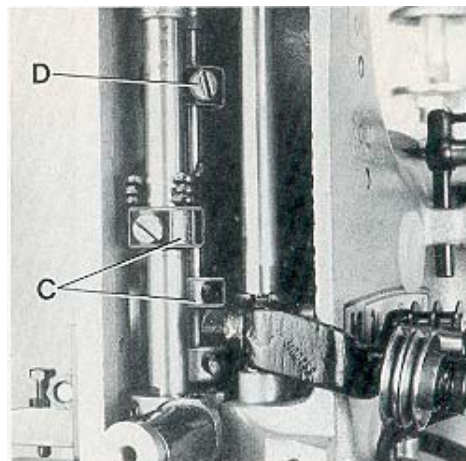

Fig. 25
By relocating the collars (C, Fig. 25) which serve as a leaf spring rest on the left and right presser bar, the pressure can be changed. Raising the collars increases the pressure, lowering the collars decreases it.
The presser foot lift is limited with the upper stop collar (D, Fig. 25) on the right presser bar. When the needles are in their lowest position and the presser foot is lifted with the presser foot lifter lever, the needle holder should not contact the presser foot. Besides this, the lifted presser foot should not contact the right upper spreader moving upwards. Set the stop collar (D) accordingly.
La elevación del pie prensateles se limita con el anillo de ajuste (D, Fig. 25) en la parte superior de la barra derecha del pie prensateles. Cuando la aguja está en su posición más baja y el pie prensateles levantado el porta agujas no debe tocar el pie prensateles. Además, cuando el pie prensateles está levantado no debe contactar los movimientos del looper y el spreader superiores. Apriete el anillo de ajuste (D) adecuadamente. Asegúrese que ambas barras del pie prensateles se muevan libremente hacia arriba y abajo.